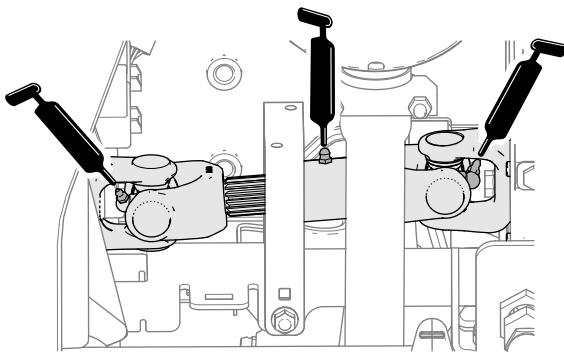

Figura 106
- Articulaia cardanică a arborelui de transmisie al pompei (3) (Figura 106)